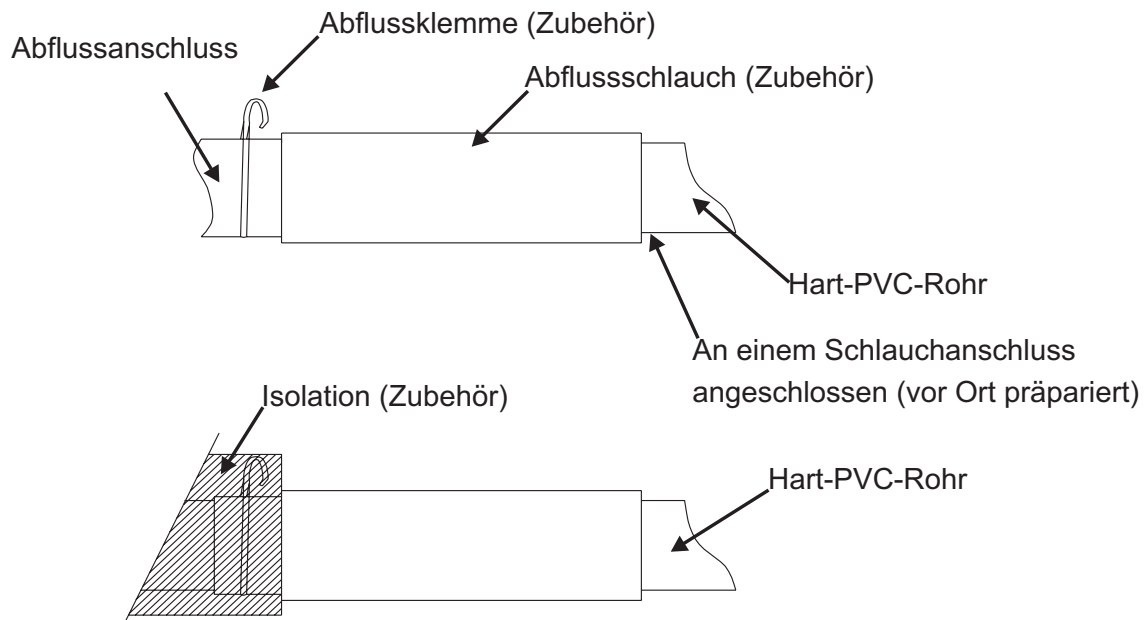

Abb.12
3. Führen Sie den Abflussschlauch ein, bis er gut an der Abflussmündung angeschlossen ist und schließen Sie die Schlauchklemme (Zubehör) fest zu (Abb. 12).
4. Nachdem Sie den Abfluss geprüft haben, umwickeln Sie den Abflussschlauch mit der Isolierung und den Klemmen (Zubehör) . ( Abb.12)